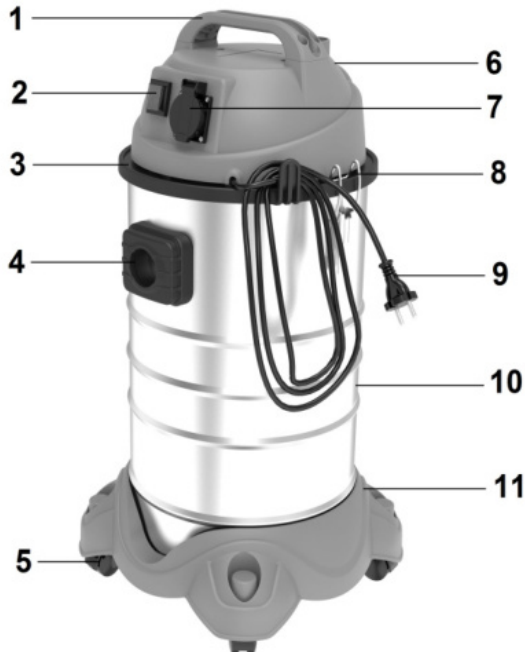

Рис. 1
УСТРОЙСТВО И КОМПЛЕКТАЦИЯ ПЫЛЕСОСА (Рис.1)
- Перед отключением пылесоса от сети всегда переводите выключатель (2; рис.1) в положение «**О**» (ВЫКЛЮЧЕНО).
- Запрещается переделывание розетки пылесоса (7; рис.1), а также подключение к ней инструмента через переходники или разветвители.
1. Переверните бак пылесоса (10; рис.1) дном вверх.
2. Установите поворотные ролики (5; рис.1) в специальные отверстия в основании бака пылесоса, расположенные в передней части дна.
4. Отщелкните два фиксатора (8; рис.1), расположенных сверху, по обе стороны бака пылесоса.
5. За ручку (1; рис. 1) снимите голову пылесоса (блок с электродвигателем).
10. Удерживая за ручку, верните верхний корпус пылесоса (6, рис. 1) на место. Проверьте правильность его установки и зафиксируйте двумя фиксаторами.